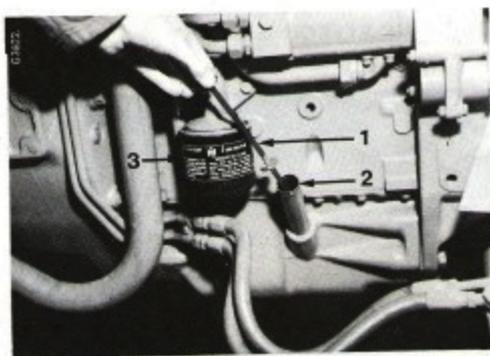

Fig. 4
Pour obtenir des indications précises, attendez que l'huile s'écoule dans le carter inférieur. Retirez la jauge et nettoyez-la. Vérifiez le niveau d'huile, et au besoin, ajoutez de l'huile par le tube de remplissage (2) Fig. 4, jusqu'à ce que le niveau parvienne au repère "MAX" de la jauge. Remettez la jauge en place.